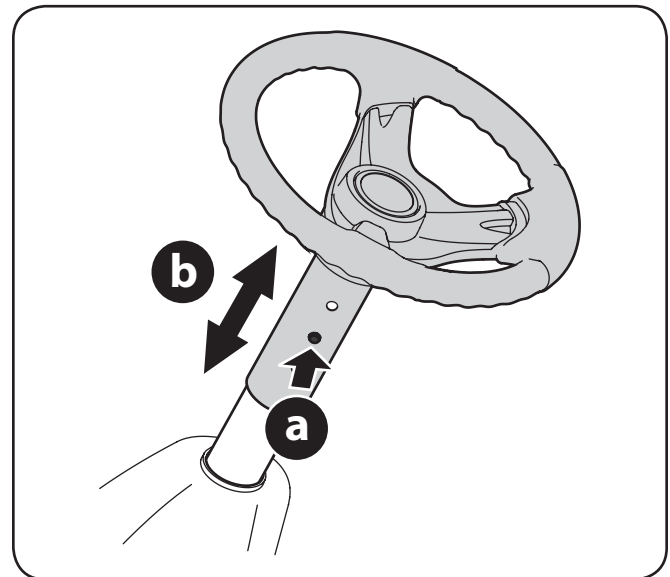

Figura 5-1
2. Pulse el botón (a) de la columna de la dirección y eleve o baje el volante (b) hasta la posición deseada. Vea la Figura 5-1.